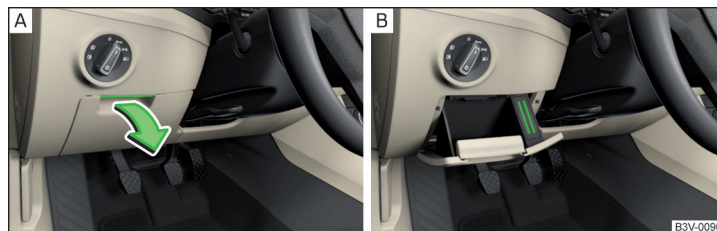

Fig. 105 Abrir el compartimento guardaobjetos/ postatarjetas
- Para **abrir** levante el tirador y abra el compartimento en el sentido de la flecha » fig. 105 - [A].
En el compartimento guardaobjetos hay un portaltarjeta » fig. 105 - [B].